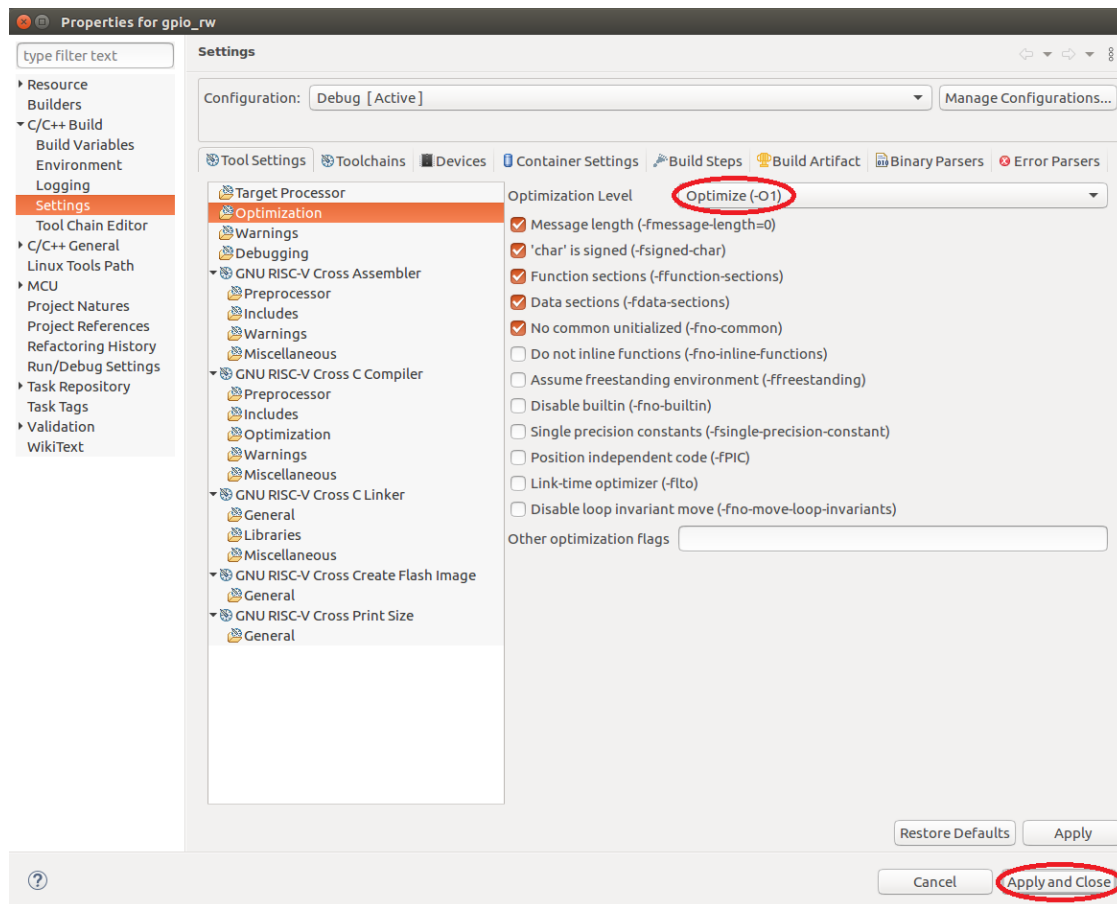

图4.3.12 修改 Optimization level
1. 在 Eclipse 主界面中，选中 gpio_rw 工程，右键点击 Properties，点击 C/C++ Build 下拉选择 Settings，点击 Tool Settings 选项卡下的 Optimization，修改 Optimization level 为 "Optimize(-O1)"，如图 4.3.12 所示。